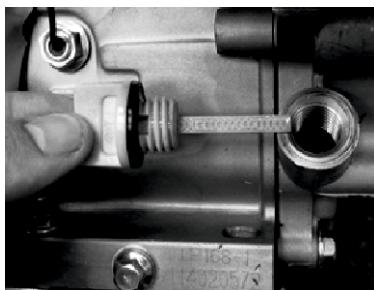

Рис. 7
2. Выкрутите пробку маслозаливной горловины (рис. 7)
1. Выкрутите пробку маслозаливной горловины (рис. 7)